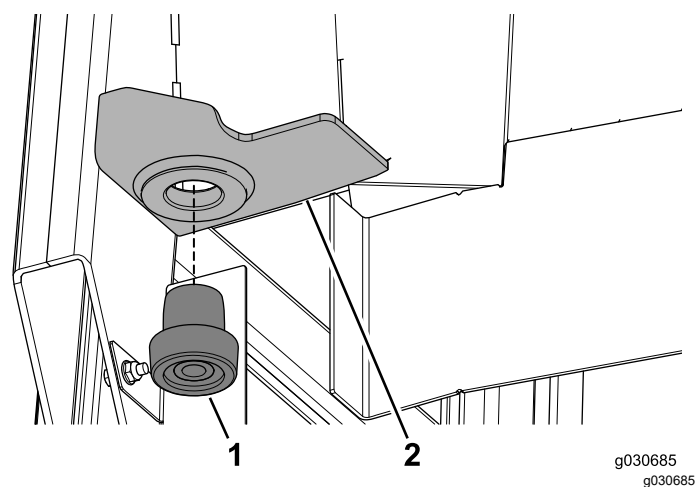

Рисунок 11
- 1. Запрессуйте резиновый изолятор в отверстие левого заднего крепления на раме кабины (Рисунок 11).